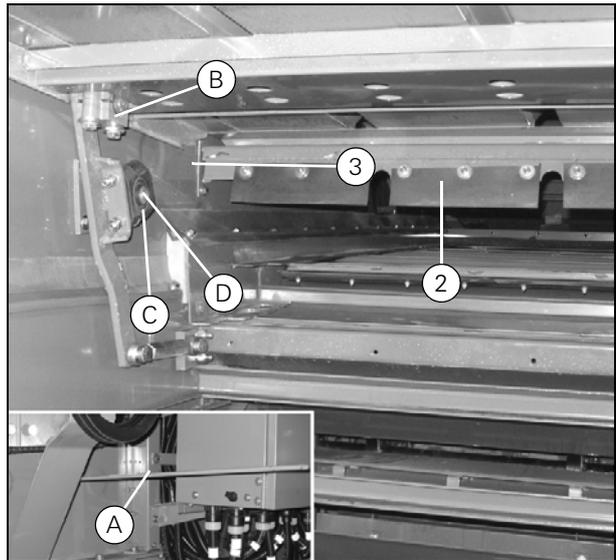

Рисунок 19
- Не забудьте установить прокладку между кронштейном подшипника и второй скатной доской на переднем поворотном рычаге (B) (Рис. 19).